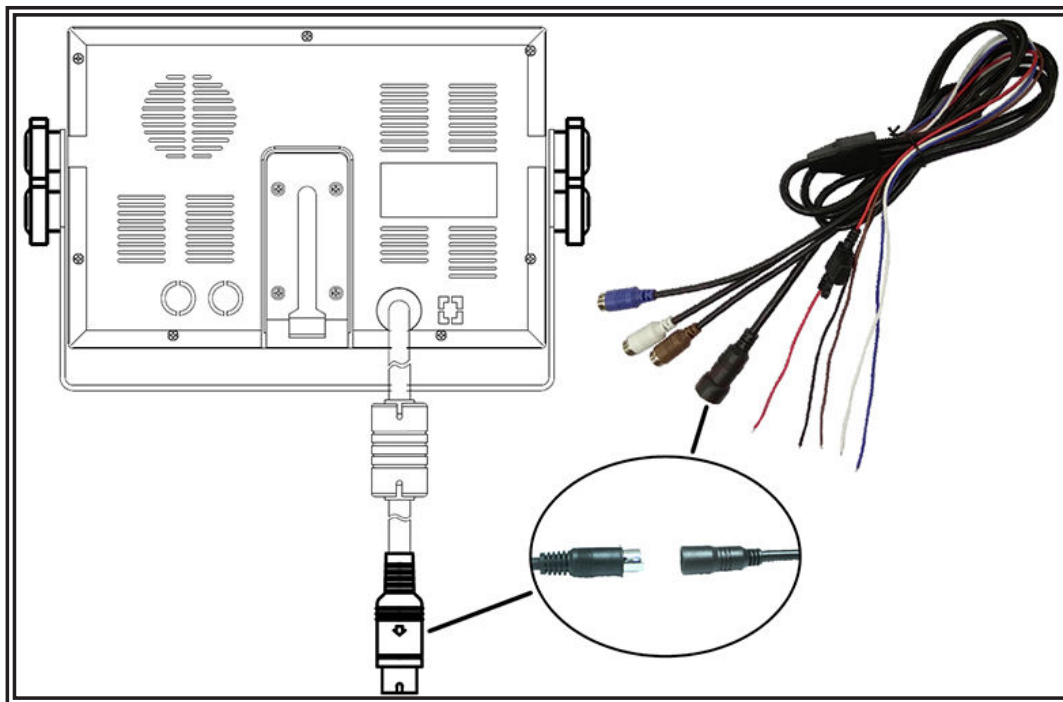

Figura 4
3. Coloque la visera y conecte el monitor con el cable de conversión de AV y de la fuente de alimentación (Figura 4).